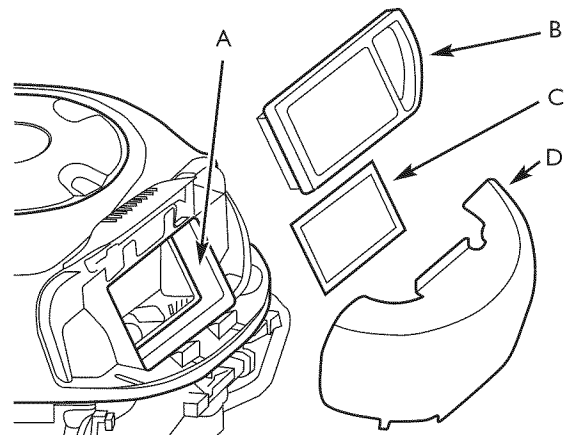

Figure 17 — Changements des éléments filtrants
- Soulevez avec soin la cartouche du filtre à air et du dépoussiéreur du bâti. La Figure 17 décrit l'espace du bâti du filtre à air.